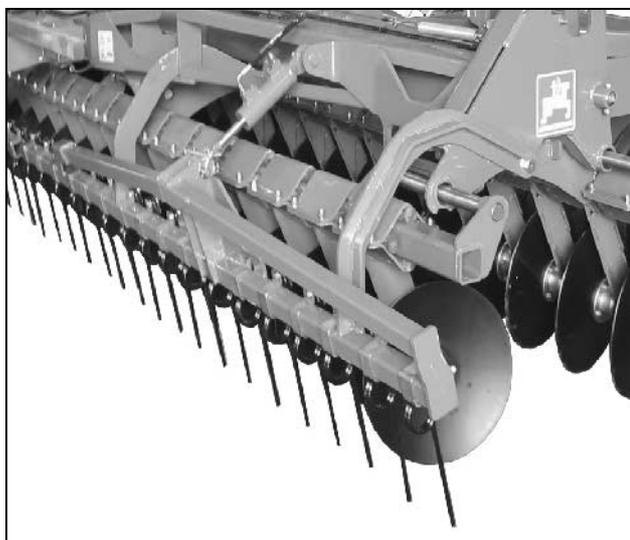

Fig. 39
- Bajar pasador para paja (Fig. 39). El pasador atrapa la paja ubicada delante del mismo.